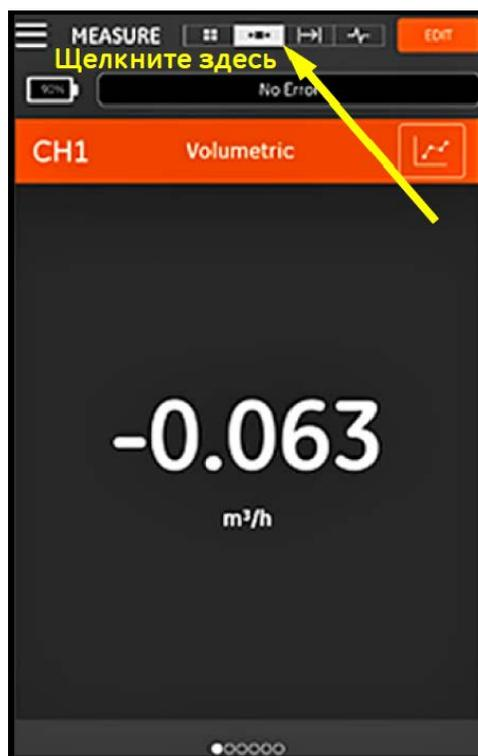

Рис. 93: Экран одного измерения
Чтобы переключить экран на отображение одного измерения (см. Рис.93 ниже), щелкните значок  В этом режиме в каждый момент отображается только одно измерение, и вы можете переключаться между измерениями, проводя пальцем по экрану влево или вправо.
- Отображение одного измерения по умолчанию - это числовое значение измерения в реальном времени, как показано на Рисунок 93 на странице 81.